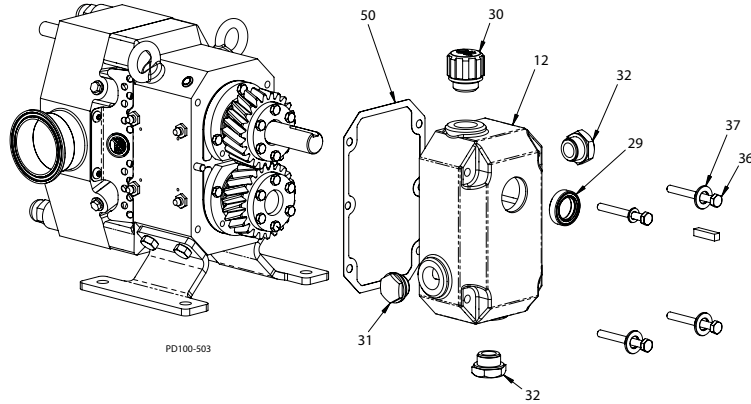

Figura 65 - Instalación de la cubierta de los engranajes
- Haga presión sobre el sello del eje de entrada (Figura 65, renglón 29) para introducirlo en el agujero de la cubierta de los engranajes (elemento 12).